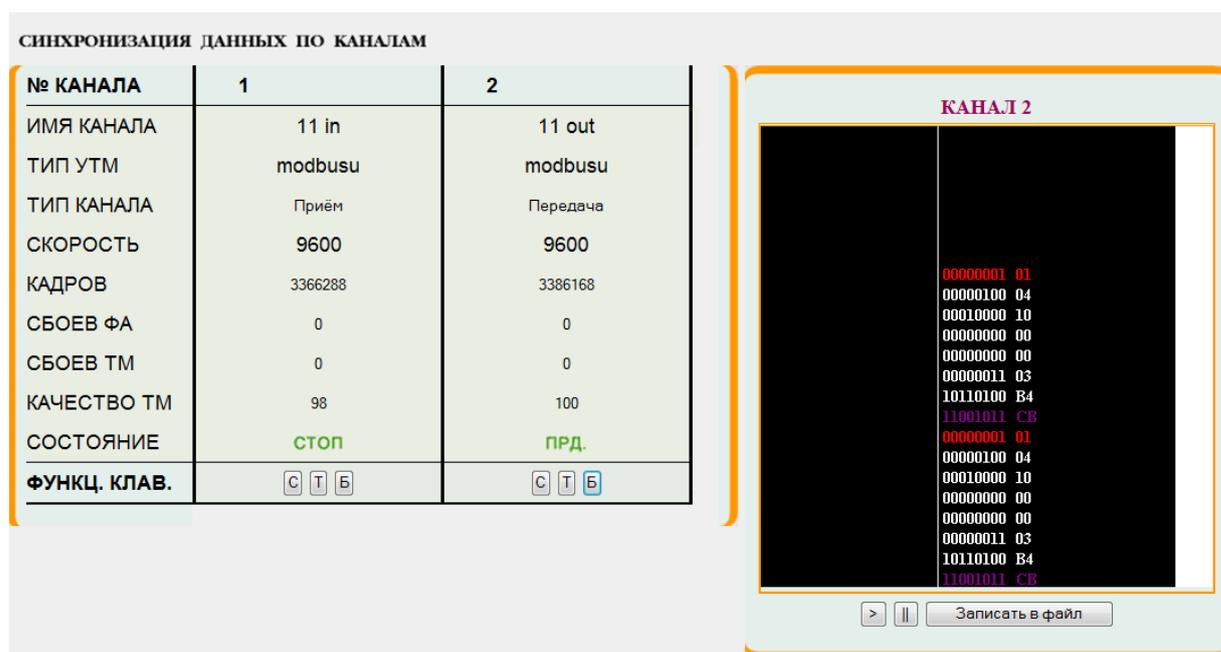

Рисунок 36 – Окно «Синхронизация данных по каналам» и дополнительное окно визуализации битового потока по выбранному каналу
- окно вывода битового потока по каналам приема и передачи (см. рисунок 36) – см. метку 7 на рисунке 34;
Командная кнопка «Битовый поток», имеющая вид значка  на командной панели в таблице «Синхронизация данных по каналам» (см. рисунок 35), используется для инициализации вывода дополнительного окна «Битовый поток» (см. рисунок 36), предназначенного для визуализации битовых потоков, принимаемых по каналу телемеханики либо передаваемых в канал телемеханики в режиме реального времени.